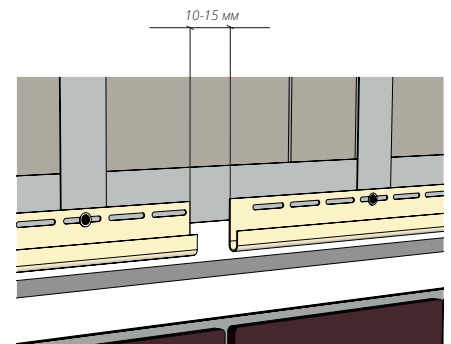

Рисунок 85
16.4 Если длина стены превышает длину стартовой планки, соединение стартовых планок производится с зазором 10-15 мм (Рис. 85).